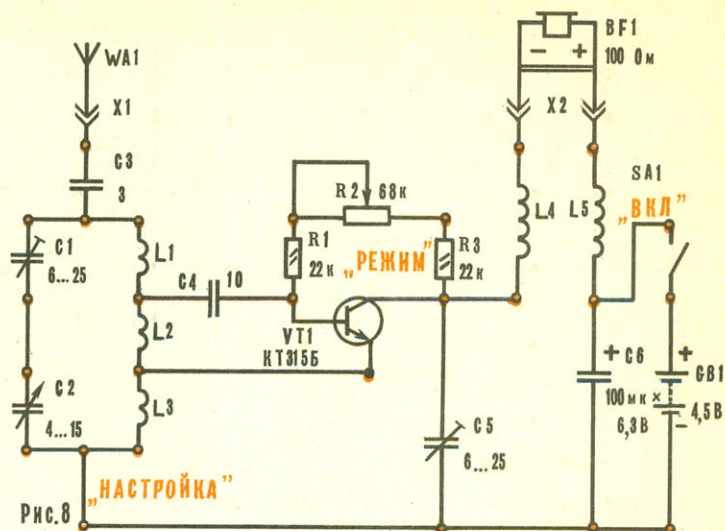

Рис. 8
**Сверхрегенеративный радиоприемник** (рис. 8) принимает передачи УКВ ЧМ вещательных радиостанций в диапазоне 66—73 МГц.